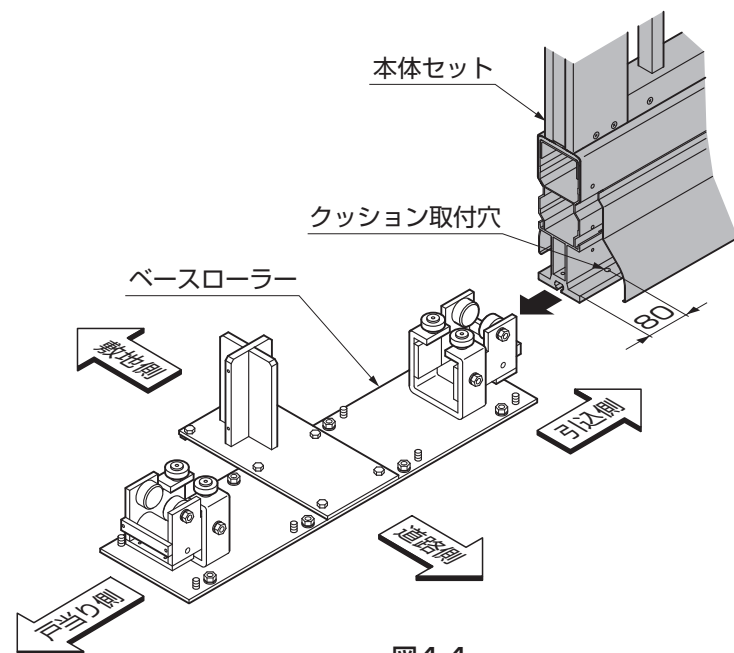

図4-4
- ① 本体をベースローラーに挿入してください。(図4-4参照)